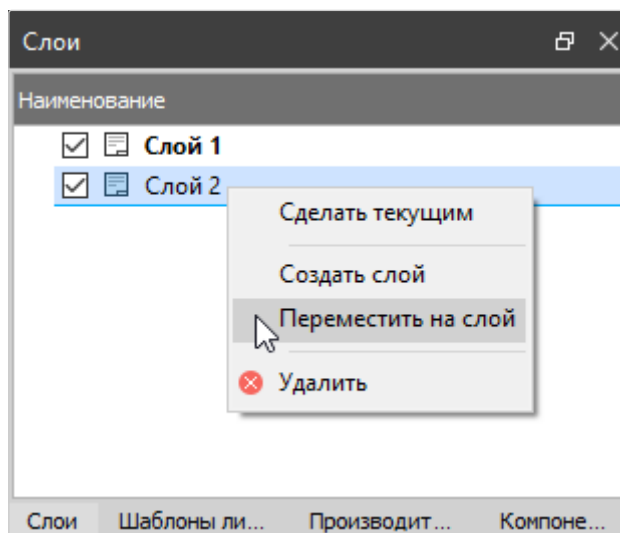

Рисунок 227. Перемещение объекта на слой
- 3) В открывшемся контекстном меню выбрать пункт «Переместить на слой» (см. рисунок 227).